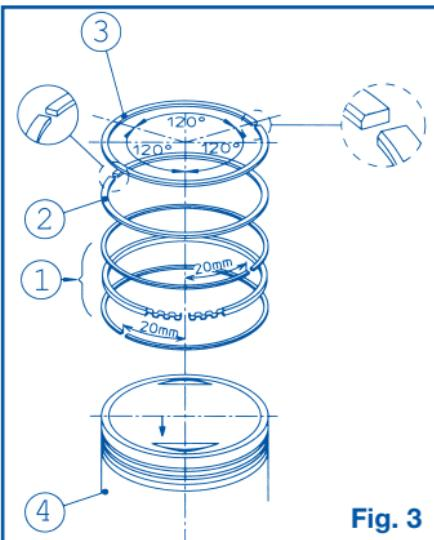

Fig. 3
- Introduire l'expanser du segment racleur d'huile dans la gorge spéciale sur le piston, monter l'élément inférieur puis l'élément supérieur en complétant le montage du racleur d'huile (Fig. 3 - Dét. 1).
- Monter le deuxième segment avec l'inscription N tournée vers la partie supérieure du piston comme indiqué Fig. 3 - Dét. 2.
- Monter le premier segment chromé de compression avec l'inscription N tournée vers la partie supérieure du piston comme indiqué Fig. 3 - Dét. 3.
Mettre en place les segments comme indiqué Fig. 3.
- Vérifier à nouveau que les segments sont bien positionnés comme indiqué Fig. 3.